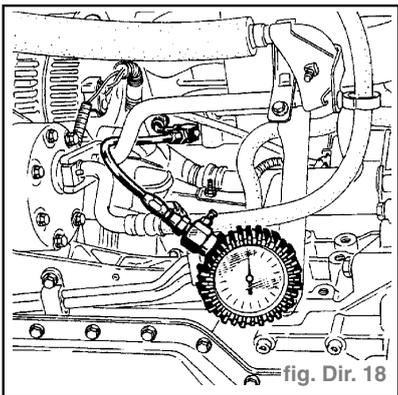

fig. Dir. 18
- Sur la tuyauterie rigide (haute pression) en sortie de pompe déposer le pressostat et brancher le raccord pour prise de pression **Dir. 1204** et le manomètre de pression d'huile **Fre. 1085** ou **Fre. 244-04**. (fig. Dir. 18)